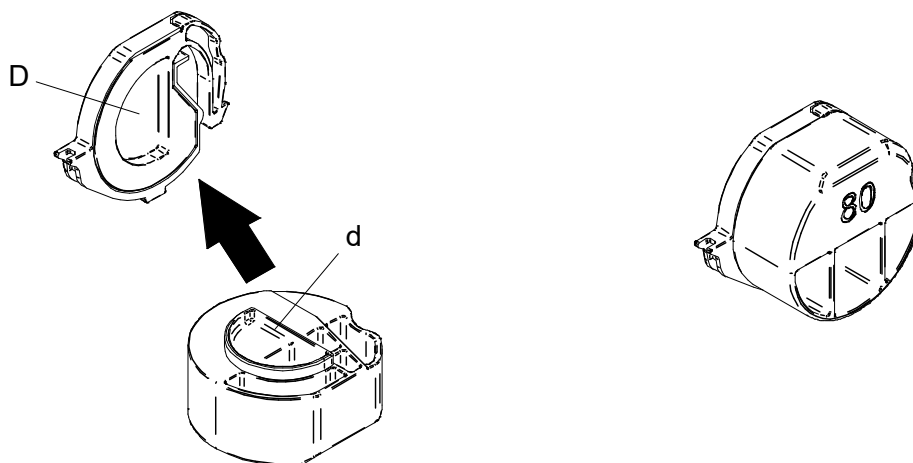

Figura 13-3 Unión del acoplamiento con la placa de partición
- (1) Apague la impresora.
- (2) Retire la batería de la impresora. Si el adaptador de CA está conectado, desenchufe la clavija de CA del cable de CA de la toma de corriente.
- (3) Presione el botón de apertura de la cubierta del papel para abrir la cubierta del papel.
- (4) Una la parte "D" de la placa de partición con la parte "d" del acoplamiento 80 tal como se muestra en la Figura 13-3.